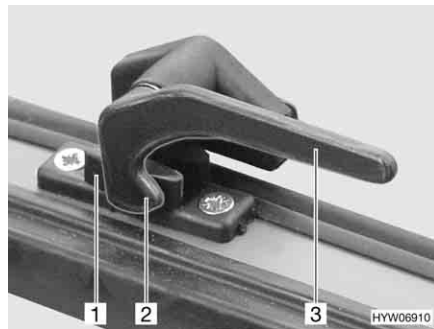

Fig. 91 Palanca de bloqueo en la posición de "cerrado"
- Girar todas las palancas de bloqueo (Fig. 91,3) un cuarto de vuelta hacia el centro de la claraboya.
- Girar todas las palancas de bloqueo (Fig. 91,3) un cuarto de vuelta hacia el marco. El saliente de bloqueo (Fig. 91,2) se encuentra en la cara interior del bloqueo de la claraboya (Fig. 91,1).
- En la posición "cerrada fijamente" (Fig. 91)